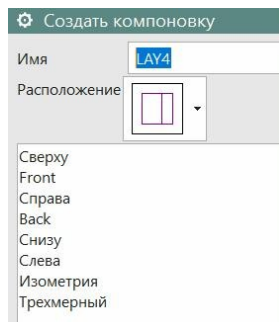
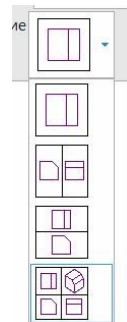

рис.106
рис.107
- Диалоговое окно этой команды представлено на рис.106. В поле «Расположение» можно выбрать число видов, на которые вы хотите разбить весь экран. Допустим, что вы решили разбить экран на четыре вида (рис.107, 108).